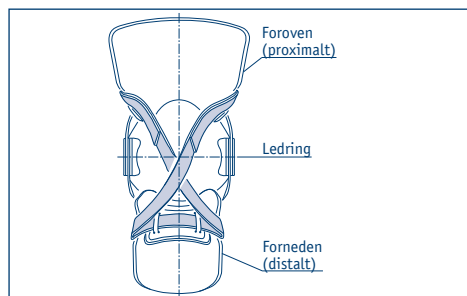

Fig. 4: Bageste skuffesympotom
- Krydsremmen føres drejet 180° ind i pudsesidserne. Når krydsremmen er ført gennem fastgørelsesslidserne på den distale ledning skal den føres på kryds proksimalt, hvor den fastgøres (fig. 4).